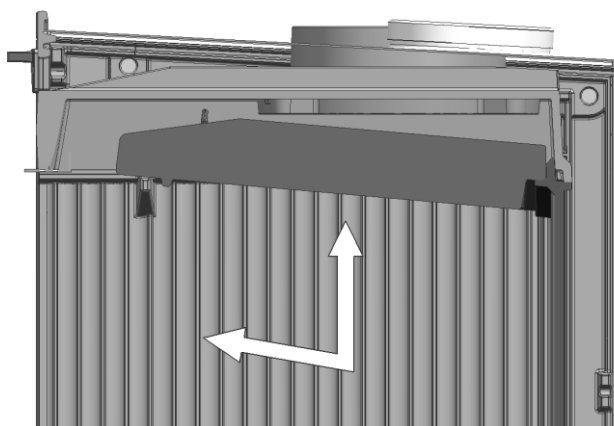

Fig. 1
1. A –Deslizar la placa deflector hacia delante y hacia arriba hasta sacar los pivotes de los laterales de los alojamientos del propio deflector (Fig.1)
- a) Mantenga alejado cualquier material combustible (muebles, cortinas, ropas, etc.), a una distancia mínima de seguridad de 0,90m. (Fig.1)